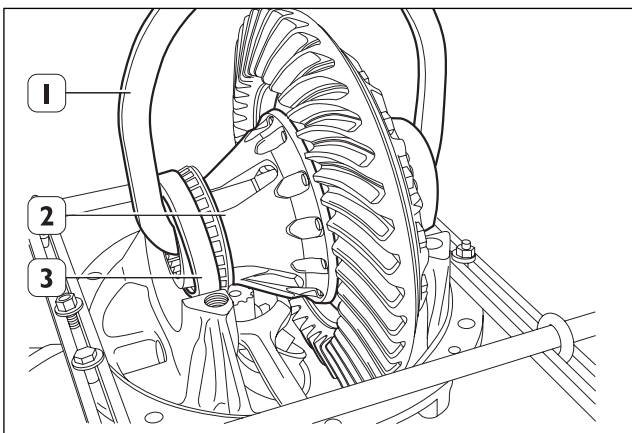

Fig. 14
12. Mediante un dispositivo idóneo de elevación (1) extraer la caja del tren de engranajes (2) completa de corona cónica y de anillos exteriores (3). (Fig. 14)